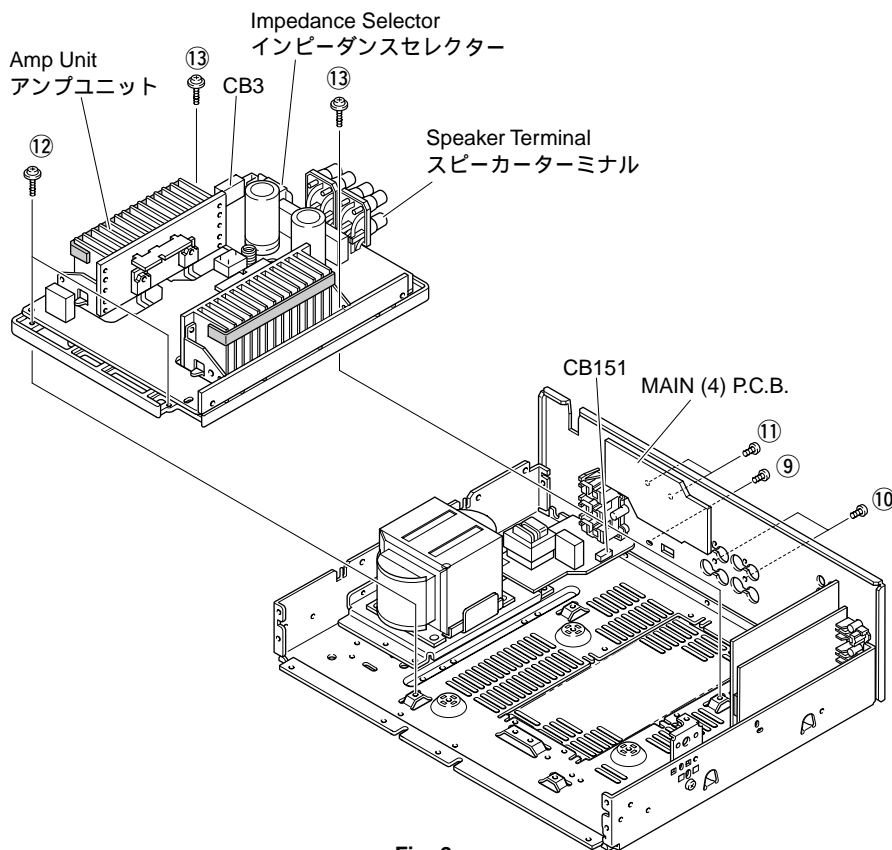

Fig. 2
- a. Remove 1 screw ( ⑨ ) attaching the Impedance Selector. (Fig. 2)
- b. Remove 2 screws ( ⑩ ) attaching the Speaker Terminal. (Fig. 2)
- c. Remove 2 screws ( ⑪ ) and then remove the MAIN (4) P.C.B. (Fig. 2) (R, L models only)
- d. Remove 2 screws ( ⑫ ) and 2 screws ( ⑬ ). (Fig. 2)
- e. Remove connectors CB3 and CB151. (Fig. 2)
- f. Remove the Amp Unit. (Fig. 2)
- a. インピーダンスセレクターを止めている⑨のネジ1本を外します。( Fig. 2 )
- b. スピーカーターミナルを止めている⑩のネジ2本を外します。( Fig. 2 )
- c. ⑪のネジ2本を外し、MAIN (4) P. C.B.を取り外します。( Fig. 2 )( R, L仕向けのみ )
- d. ⑫のネジ2本と⑬のネジ2本を外します。( Fig. 2 )
- e. コネクターCB3とCB151を外します。( Fig. 2 )
- f. アンプユニットを取り外します。( Fig. 2 )